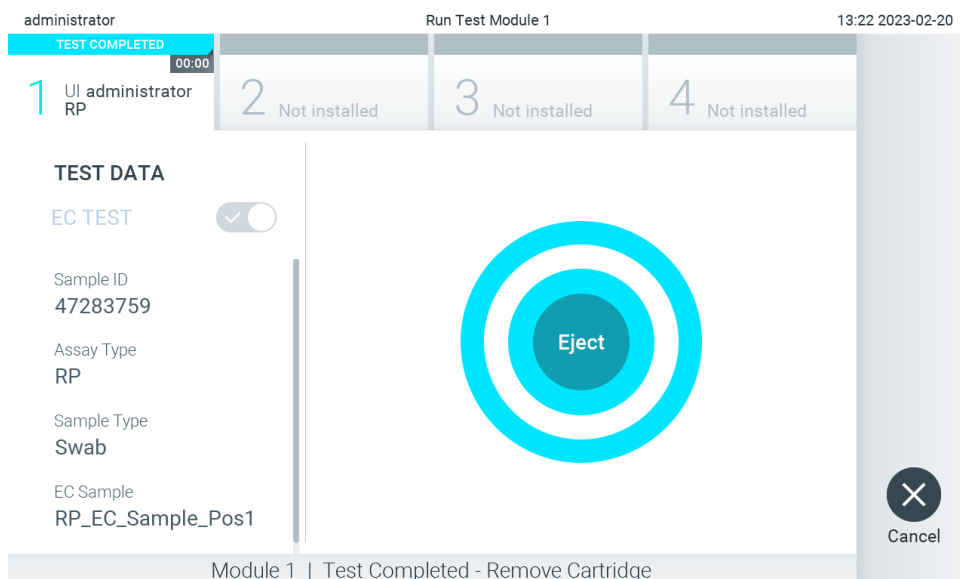

Abbildung 99. Anzeige des Bildschirms EJECT (AUSWERFEN)
11. Nach Abschluss des Tests wird der Bildschirm Eject (Auswerfen) angezeigt (Abbildung 99). Drücken Sie auf dem Touchscreen auf  Eject (Auswerfen), um die QIAstat-Dx Assay-Kartusche zu entfernen, und entsorgen Sie sie als biogefährlichen Abfall in Übereinstimmung mit allen Bundes-, Landes- und kommunalen Gesundheits- und Sicherheitsvorschriften und Gesetzen.